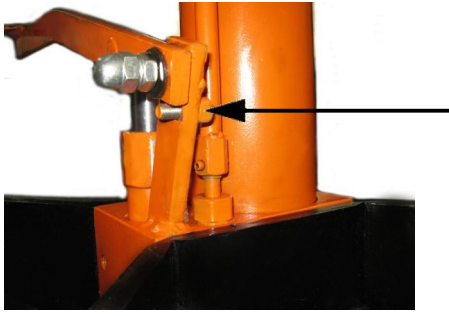

Fig. 3: montaje del tornillo de topo en el pedal
Paso 5: en ambos modelos GH 600/150 PRO montar el tornillo (fig. 3) en el pedal. El tornillo sirve como tope para el pedal, además de limitar el recorrido del émbolo.